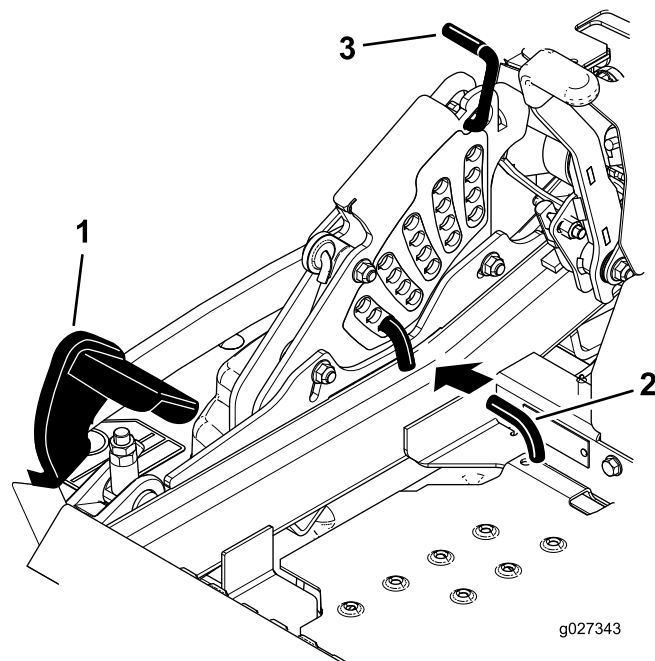

Figura 104
5. Empuje el pedal de elevación de la carcasa hacia delante del todo; la carcasa se enganchará en la posición de transporte de 14 cm (5½") (Figura 104).